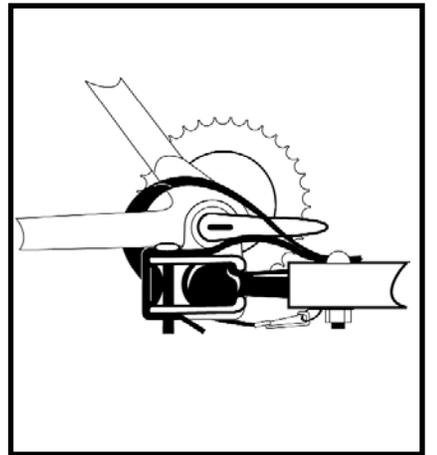

FIGURE 6
3. Enrouler la courroie de sécurité autour de la base de la fourche arrière de sorte que vous puissiez ensuite assembler l'attache de sureté à l'oeillet de sécurité qui se trouve sur le bras d'attelage. **FIGURE 6**